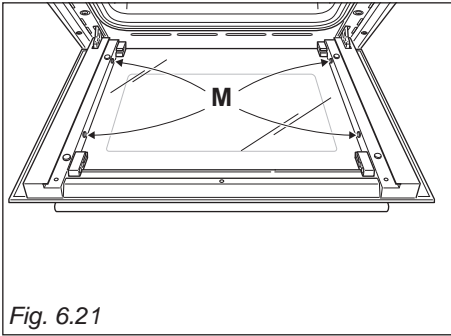

Fig. 6.21
- Se till att gummihörnskyddet (**M**) är korrekt positionerat (Fig. 6.21).